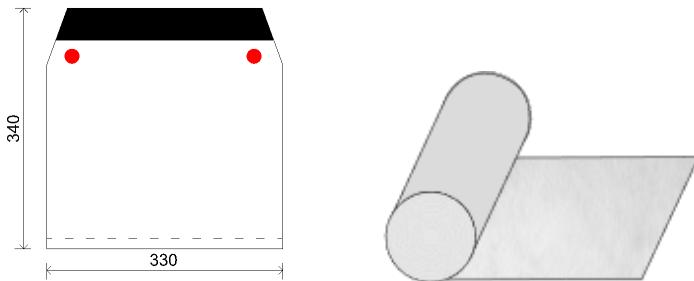
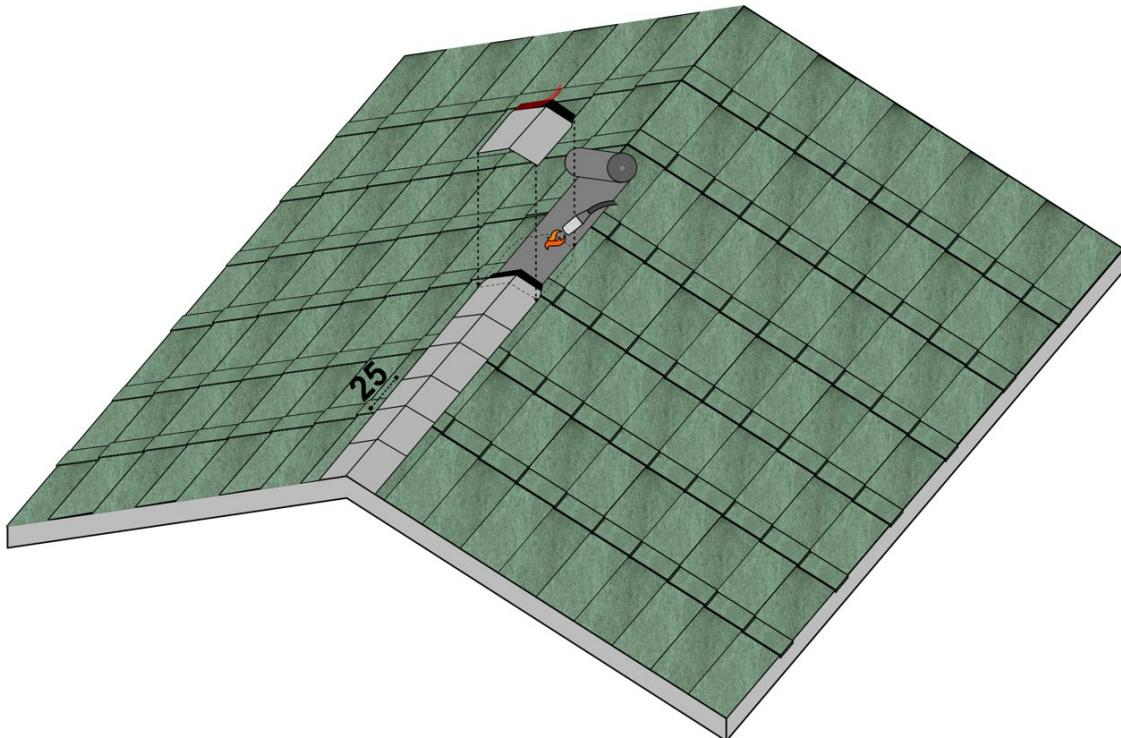

Fig. 13 - Contenuto della scatola dei colmi Ultimetal HD
Fig. 24 – Installazione elementi colmo a fiamma
- Per l'esecuzione del colmo, prendere la scatola dei Colmi Ultimetal HD ed estrarre il Top Roll Colmo SA e gli elementi colmo, già tagliati e sagomati, in essa contenuti - Fig. 13.
- Per l'esecuzione del colmo, prendere la scatola dei Colmi Ultimetal HD contenente gli elementi colmo, già tagliati e sagomati - Fig. 13. Attenzione, in questo caso il rotolo di Top Roll Colmo SA, contenuto nella scatola, non sarà da utilizzare. Applicare invece sul colmo una fascia di membrana bituminosa Safety EPP a fiamma - Fig. 24.
- Posare gli elementi colmo predisposti, fissandoli alla membrana sottostante con la fiamma del cannetto, sempre scaldando la membrana e non l'elemento tegola. Procedere con la posa degli altri elementi colmo in sequenza, lasciando una parte esposta di 25 cm tra un elemento e quello successivo, vedi Fig. 24.